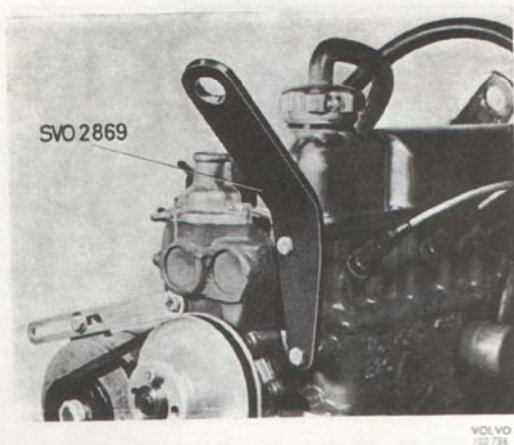

Bild 15. Montering av lyftöra i främre ände
20. Montera lyftöra SVO 2870 enligt bild 14 och lyftöra SVO 2869 enligt bild 15. Lyftörat fästes med två skruv 3/8" UNC - 1" - resp. 1 1/4". Anbringa lyftok SVO 2810 enl. bild 13 och lyft ur motorn.